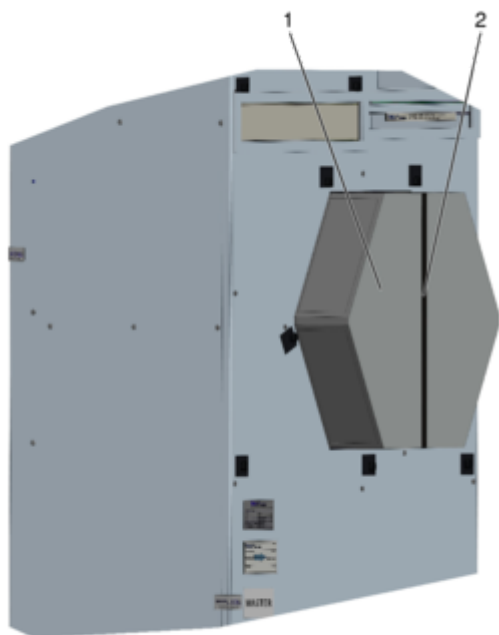

Abb. 41: Wärmerückgewinner demontieren
- ▶ Wärmerückgewinner (Abb. 41 /1) an der Lasche (Abb. 41 /2) herausziehen.
Wärmerückgewinner (Abb. 41 /1) mit warmem Wasser (max. 40 °C) ausspülen (z.B. mit einem handelsüblichen Duschkopf).